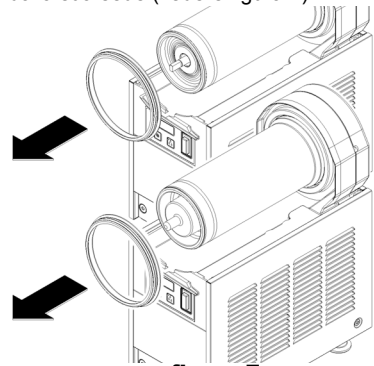

**figura 6**
**3** Sfilare dall'evaporatore la spirale esterna (vedere figura 5) e successivamente il rotore magnetico esterno o il giunto esagonale (vedere figura 6).